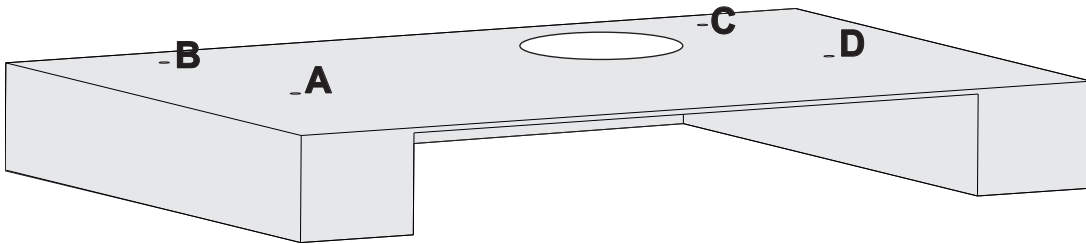

Fig. 12
2. ➤ Markera monteringshålén på locket (Fig. 12).